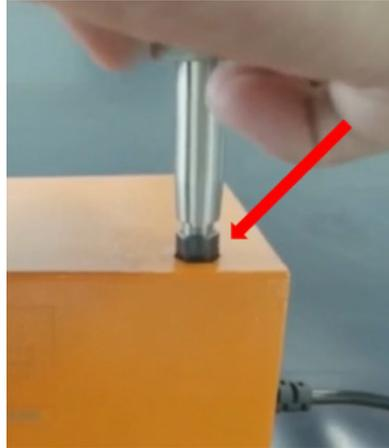

Рис. 8.4. Установка вылета электрода.
5. Установите вылет вольфрамового электрода (см. рис. 8.4).